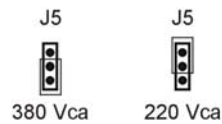

Figura 5
- Se conecta el puente del conector J5 según la tensión entre fases (Figura 5)